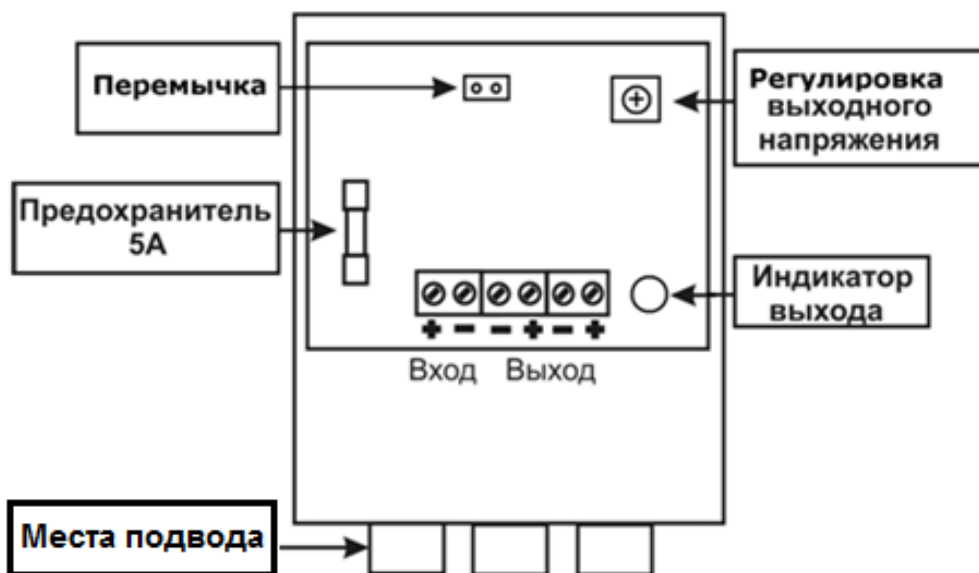

Рис. 1 Вид преобразователя со снятой крышкой и места подвода проводов питания и выходной нагрузки
Преобразователь содержит следующие конструктивные элементы (см. рис. 1 Приложения):
На плате расположены входная и две, соединённые параллельно, выходные соединительные колодки, светодиодный индикатор наличия выходного напряжения, переключатель (типа джампер) выбора диапазона входного напряжения, подстроечный резистор для регулировки выходного напряжения, предохранитель 5 А (см. рис. 1, Приложения).
Места подводов (см. рис. 1 Приложения) должны быть загерметизированы.
- подключить провода от нагрузки к выходной колодке с учетом полярности, приведенной на рис. 1 Приложения;
- подключить провода от источника питания к входной колодке преобразователя с учетом полярности указанной на рис. 1 Приложения;